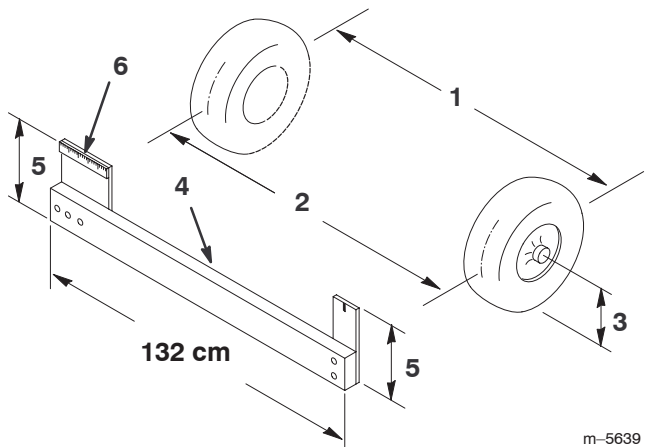

Figure 47
4. Mesurez la distance entre les roues avant à hauteur d'essieu, à l'avant et à l'arrière des roues (Fig. 47). Un gabarit ou un compas à verges est nécessaire pour mesurer l'arrière des roues avant à hauteur d'essieu. Utilisez le même gabarit ou outil pour mesurer précisément l'avant des roues avant à hauteur d'essieu (Fig. 47).